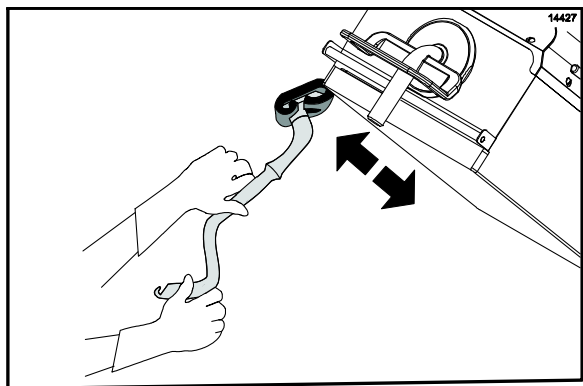

Figure 52
19. Appliquer le nettoyant pour gril aux bords extérieurs des plaques de droite et de gauche (Cf. Figure 52).